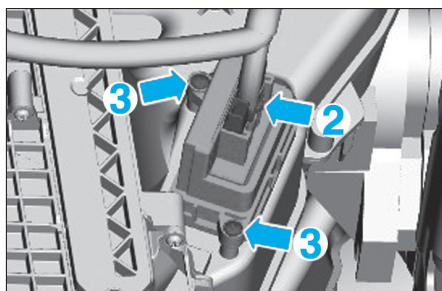

Fig. 37
- Débrancher le connecteur (2) (Fig.37).
- Déposer les vis (3) puis la résistance de motoventilateur.